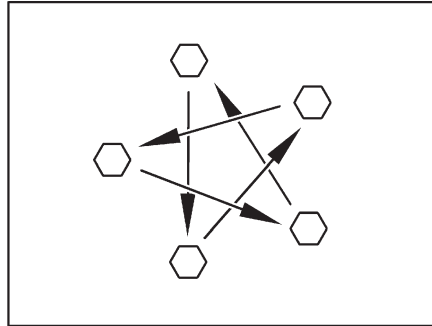

Fig. 273 Apretar las tuercas o los tornillos de las ruedas en forma de cruz
- Comprobar periódicamente que las tuercas o tornillos de las ruedas estén firmemente apretados. Reajustar en forma de cruz (Fig. 273) las tuercas o tornillos después de cambiar una rueda, al cabo de 50 km.
- ▶ Apretar en forma de cruz las tuercas o los tornillos de las ruedas (Fig. 273).